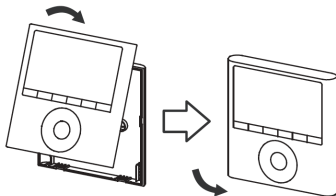

Abb. 3-9
- Beim Einstellen und Montieren des oberen Gehäuses ist darauf zu achten, dass die Verkabelung während der Installation nicht eingeklemmt wird (Abb. 3-9).